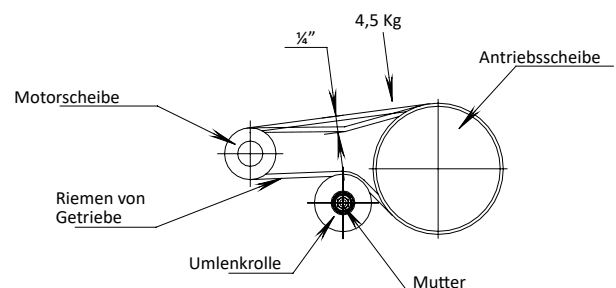

ABB. 10.
- Der Antriebsriemen befindet sich an der Unterseite der Schweißnaht des Motorrahmens. Stellen Sie den Riemen so ein, dass er sich bei 4,5 kg Druck um 0,6 cm bewegt; stellen Sie die Spannung ein, indem Sie die Umlenkrolle des Antriebs verschieben, und ziehen Sie dann alle Muttern fest (siehe ABB. 10)